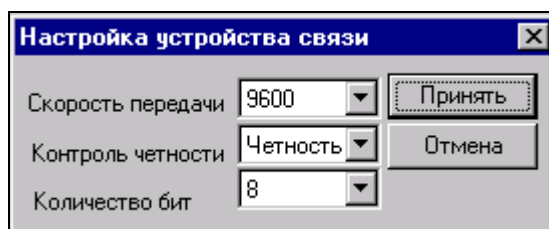

Рисунок 5.2 - Настройка устройства связи
- «**Настройка устройства связи**» - настройка параметров связи последовательного порта (при нажатии на кнопку вызывается форма (см. рисунок 5.2))